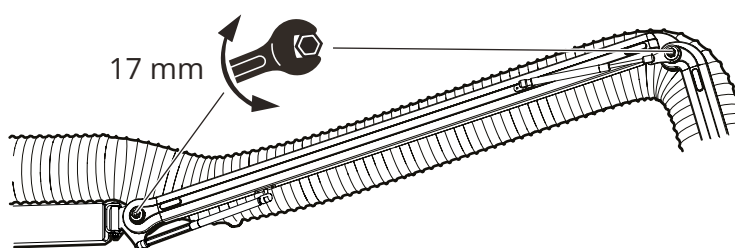

Fig. 18
Punktutsuget levereras delvis monterat. Montera och installera punktutsuget enligt illustrerad procedur från Fig. 3 till Fig. 18.
Justera friktionsleder enligt **Fig. 17** och **Fig. 18**.
4.2.2 Installation, från **Fig. 18** till **Fig. 3**.